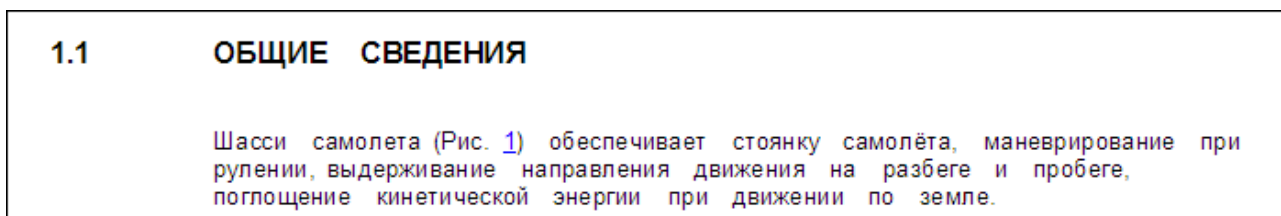

Рис. 5.210
1. В окне редактора модуля данных на стандартной панели инструментов выберите инструмент **Просмотр** . В диалоговом окне **Предварительный просмотр** ссылка выглядит, как показано на рис. 5.210.